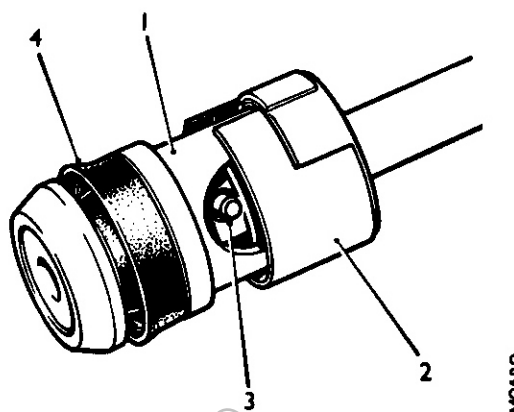

Fig. Mb.4
- (14) Estrarre la guarnizione di tenuta dalla testa dello stantuffino; aprire l'anello di ritegno con la lama di un cacciavite ed estrarre la spina d'attacco con un punteruolo (Fig. Mb.4).